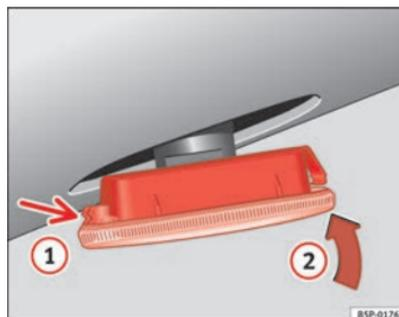

Fig. 147 Clignotants latéraux
- Placez d'abord le clignotant dans l'orifice de la carrosserie, en emboîtant les agrafes ① ⇒ page 235, fig. 147, puis emboîtez l'ampoule comme indiqué par la flèche ② ⇒ page 235, fig. 147. ■